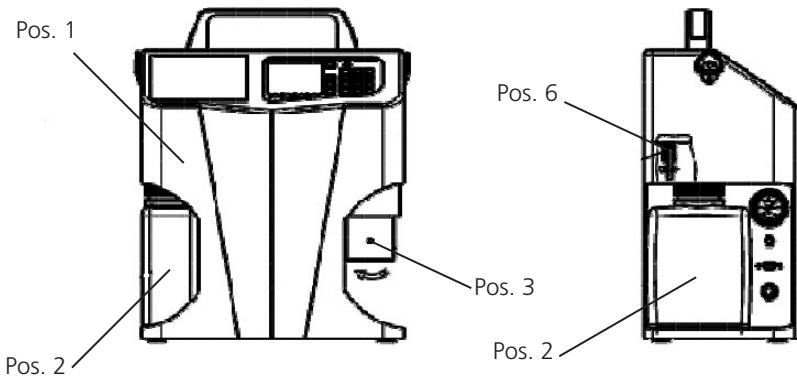

Abb. 1: PODS pro-Ansicht 1
- › Am Partikelzähler (Pos.1) den Rücklaufbehälter mit Schlauch (Pos.2) sowie den Flaschenadapter (Pos.3) demontieren (siehe Abbildung 1).